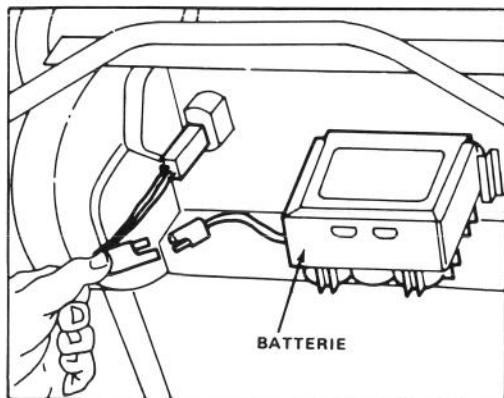

Bild 27
1. Motor abstellen und Kabekbaum von der Batterieklemme trennen (Bild 27).